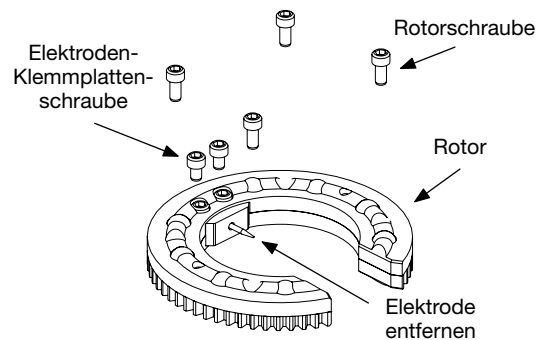

Abbildung 38 Entfernen der Rotor- und Elektroden-Klemmplattenschrauben
1. Entfernen Sie die Rotorschrauben und die Elektroden-Klemmplattenschrauben vom Rotor. Die Elektrode aus dem Keramikeinsatz nehmen. Siehe Abbildung 38.